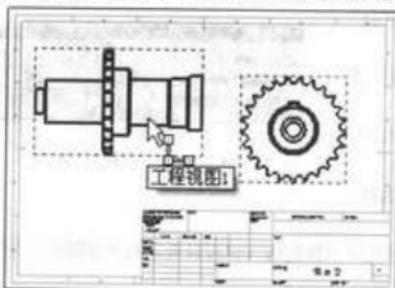
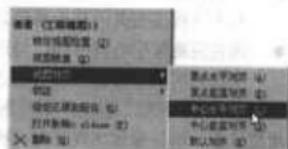

图 6-76 选择对齐参考视图工程视图 1
图 6-77 选择“视图对齐”命令
(1) 选择如图 6-76 所示的工程视图 2, 然后单击菜单栏中的“工具”→“对齐视图”→“水平对齐另一视图”或“竖直对齐另一视图”命令; 或者右键单击要对齐的工程视图 2, 然后在如图 6-77 所示的快捷菜单中选择“视图对齐”→“中心水平对齐”(或其他对齐命令)命令。
(2) 指针形状会变为 $\text{L}$ , 单击选择要对齐的参考视图, 例如选择如图 6-76 所示的工程视图 1。此时工程视图 2 的中心与工程视图 1 的中心按照所选中心水平对齐方式对齐, 如图 6-78 所示。此后移动工程视图 1 时, 工程视图 2 与其的对齐关系不会改变。